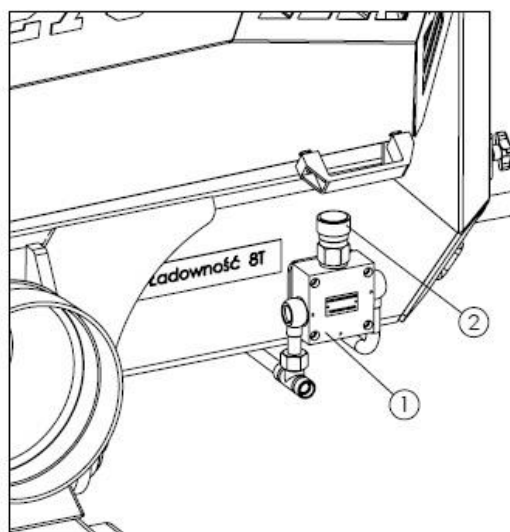

Рисунок 24. Регулировка скорости перемещения напольного конвейера
Скорость перемещения напольного конвейера выбирается экспериментально и регулируется с помощью ручки (2) на регуляторе потока (1), расположенной на передней балке кузова – рисунок 24.